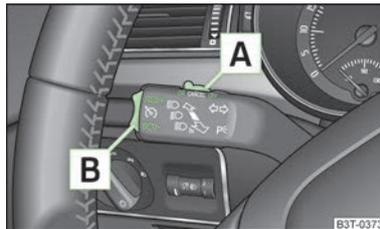

Abb. 124
- Den Schalter **A** » Abb. 124 in Stellung **ON** drücken.
- Die Wippe **B** » Abb. 124 auf Seite 120 in der Position **RES** drücken.
- Die gespeicherte Geschwindigkeit kann durch Drücken der Wippe **B** » Abb. 124 auf Seite 120 in der Position **SET** verringert werden.
Die Geschwindigkeitsregelanlage wird **vorübergehend abgeschaltet**, indem der Schalter **A** » Abb. 124 auf Seite 120 in die gefederte Position **CANCEL** bzw. auch das Brems- oder Kupplungspedal gedrückt wird.
- Den Schalter **A** » Abb. 124 auf Seite 120 nach rechts in Stellung **OFF** drücken.